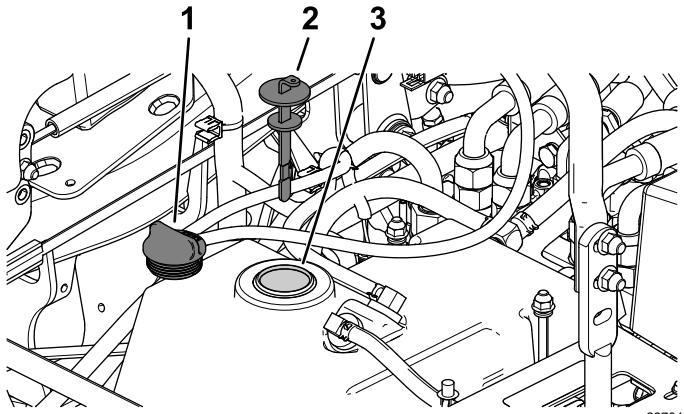

Рисунок 61
- Зніміть кришку гідравлічного бачка (Рисунок 61).
- Вийміть щуп і витріть його чистою ганчіркою (Рисунок 61).